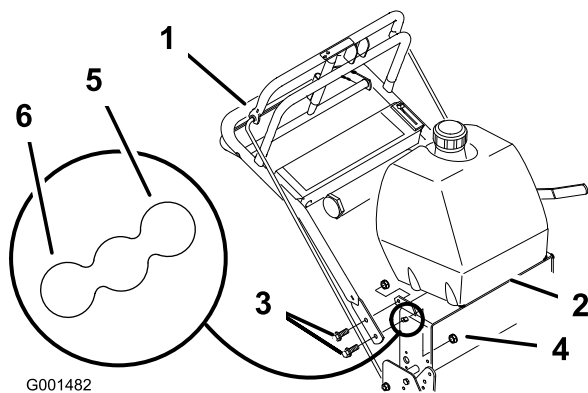

Figura 16
- Afloje los pernos con arandela prensada y la tuerca con arandela prensada que sujetan el manillar con el bastidor trasero (Figura 16).
- Quite los pernos inferiores con arandela prensada (3/8 x 1 pulgada) y las tuercas con arandela prensada que sujetan el manillar con el bastidor trasero (Figura 16).